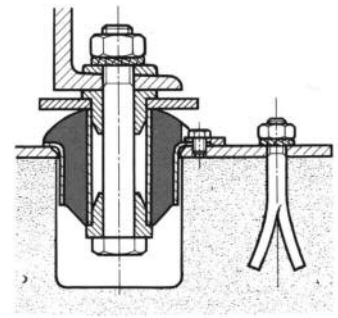

Fig. 5 - Montaggio in chassis e cemento (anelli di centraggio).
- Fissare il perno centrale attraverso il tubo interno. Nel caso di diametri elevati ($\varnothing C$ superiore a 20 mm) bisognerà prevedere anche degli anelli di centraggio (Fig. 5). Le staffe di fissaggio, le rondelle di tallonamento e gli anelli di centraggio non vengono forniti con i supporti.